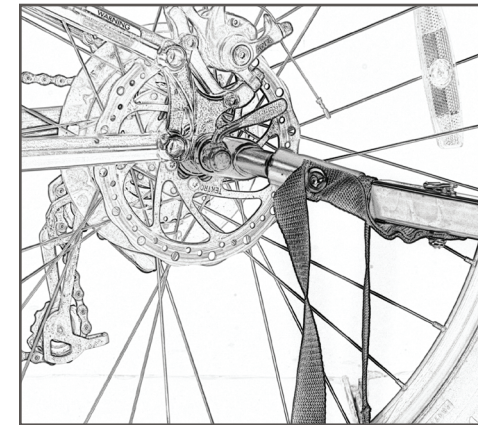

図26
1. トレーラーの牽引アームをバイク・フレームのトレーラー・ヒッチに合わせて配置してください。牽引アーム・フレックス・カプラーをトレーラー・ヒッチ上でスライドさせ、牽引アームの穴をヒッチの穴に合わせてください(図26)。